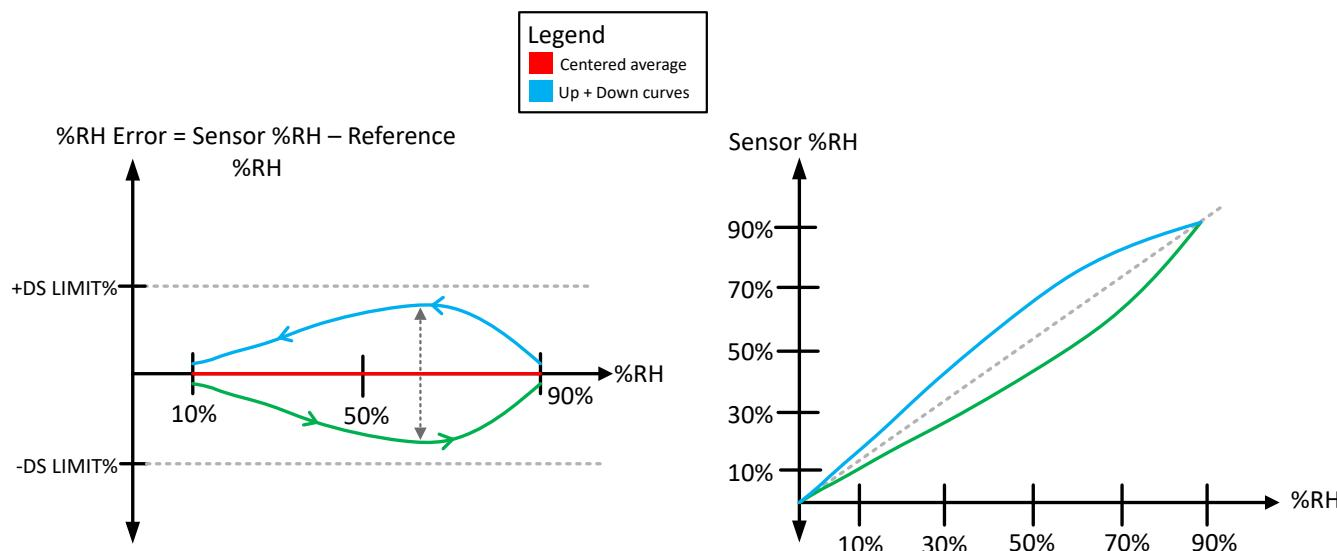

図 2-2. RH ヒステリシスの例
- RH ヒステリシス:** 上曲線(周囲 RH 増加時の RH 誤差)または下曲線(周囲 RH 誤差が減少する際の RH 誤差)と、上下曲線の中心平均との差。正の RH ヒステリシスは、中心平均値と下降曲線の間の差を指し、負の RH ヒステリシスは、中心平均値と上昇曲線の間の差を指します。ヒステリシスは、センシング ポリマーには以前に観測された湿度条件のメモリがあるために発生します。したがって、RH センサの RH 誤差は、低 RH 条件にさらされた後はわずかに負の誤差を示し、高 RH 条件にさらされた後はわずかに正の誤差を示す傾向があります。RH ヒステリシスの具体的な形状は、周囲温度によって変化することがあります。図 2-2 は「上昇曲線」と「下降曲線」の 2 つの異なる見方を示しています。1 つは RH 誤差と基準 RH の関係を、もう一つは測定 RH と基準 RH の関係を示しています。